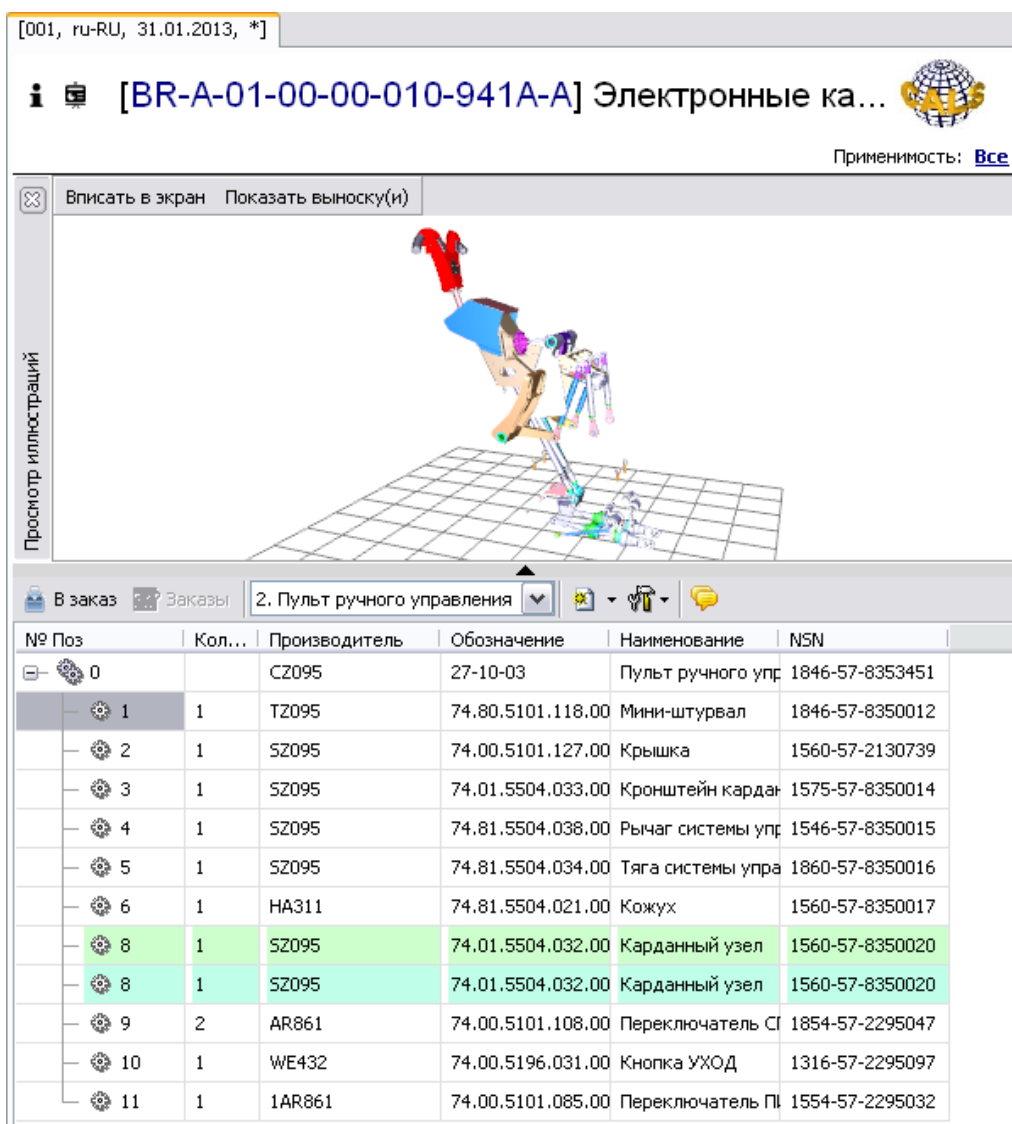

Рис. 6.73
5. На вкладке **Структура** найдите название модуля данных и щелкните по нему левой кнопкой мыши. Справа появится окно просмотра модуля данных (Рис. 6.73).
6. Выделите любую ячейку строки каталога с элементом. При этом на 3D модели подсветится соответствующая деталь (Рис. 6.73). При выборе детали на 3D модели подсветится ячейка строки каталога с соответствующим элементом.